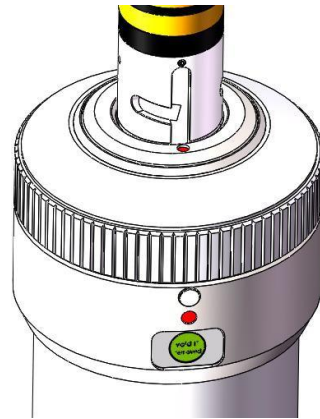

图 4 QBH 光纤接口与光纤头
3. 如图 4 所示, 请先检查 QBH 上的红点对红点, 再将光纤上的 T 型销槽对准红点成一线, 将已经套好保护帽的光纤头插入 QBH 光纤接口中。